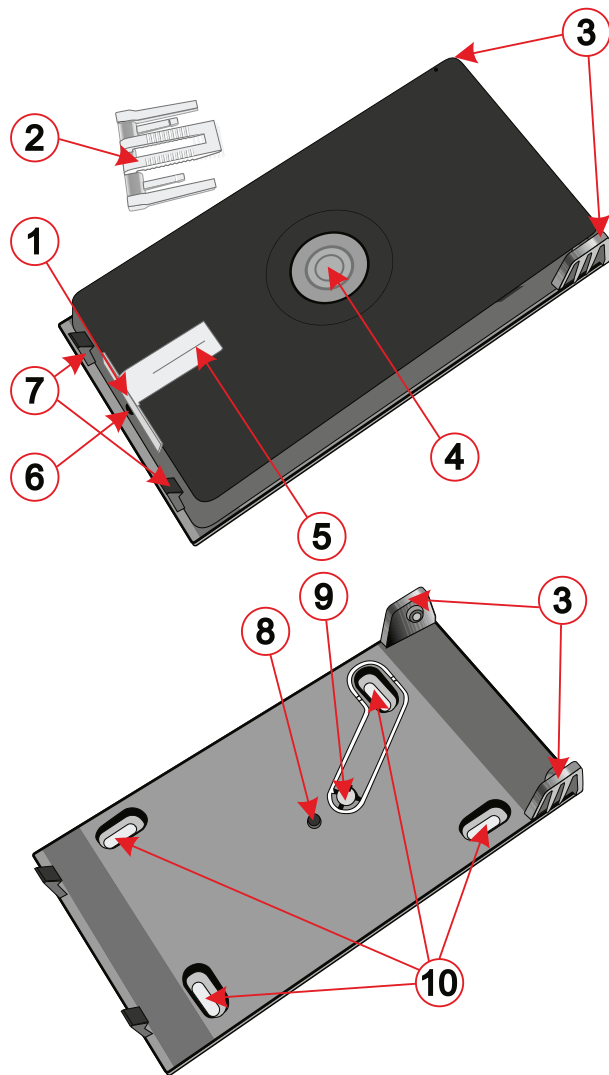
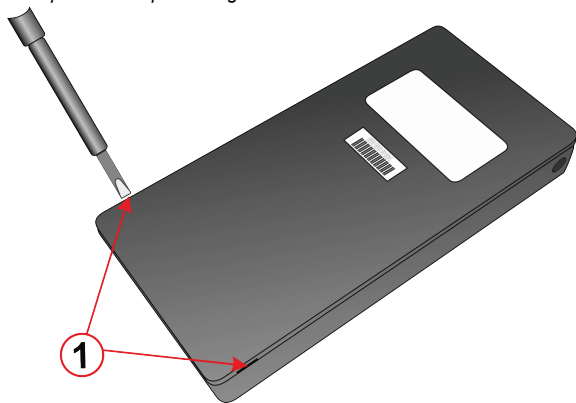

Fig. 1: Botón de pánico y plataforma de montaje - descripción de las piezas individuales
Fig. 3: método de apertura del botón de pánico y extracción de la guía luminosa para sustituirla por un soporte para billetes de banco
Para utilizar esta función, es necesario sustituir la guía luminosa predeterminada, tal y como se muestra en la fig. 3, por una guía luminosa equipada con un clip (2), tal y como se muestra en la fig. 1, que se incluye en el embalaje. La detección de extracción de billetes puede utilizarse para proteger contratos o cualquier otro documento de valor, en una caja fuerte o de seguridad.
Recomendamos instalar el botón de alarma antipánico en la plataforma de montaje (fig. 1). La plataforma de montaje permite la instalación en varios tipos de superficies y permite la detección de tamper si el dispositivo se retira de la plataforma de montaje.
1. Retire el botón de pánico de su plataforma de montaje aplicando una pequeña fuerza en los laterales de las bisagras, (3) ver Fig.1, para separarlas entre sí. Esta acción se realiza mejor con el uso de una herramienta plana.
2. Fije la plataforma de montaje en el lugar deseado con ayuda de cuatro tornillos. (10).
3. Retire la placa posterior del dispositivo, esta acción se puede realizar haciendo palanca con el uso de un destornillador de punta plana como se muestra en la Fig.3.
El panel de control detecta e informa automáticamente del estado de batería baja. Es necesario poner el sistema en modo servicio antes de proceder al cambio de pilas (el botón está equipado con un sensor de tamper). El dispositivo puede abrirse como se muestra en la Fig. 3.